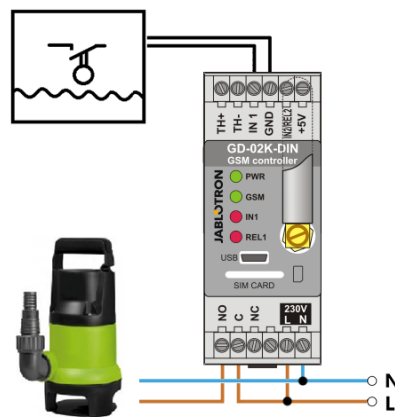

Figura 3: Supervisión del nivel máximo de agua en un tanque, incluyendo el drenaje automático de agua a través de una bomba de agua.
- Este diagrama muestra la conexión de un sensor de nivel en las entradas IN1 y GND. La salida de potencia REL1 suministra 230 V para alimentar la bomba de agua, ver Figura 3.